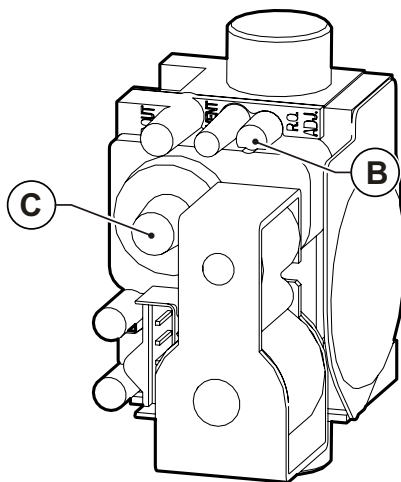

Fig. 36 Regulação do valor de gás carbónico
- Regule o valor do gás carbónico (CO2) nos fumos, girando o regulador de relação **B** (veja Fig. 36 Regulação do valor de gás carbónico) e certifique-se de que esteja dentro dos limites da Tab. 1 Dados de calibração KR 45 e da Tab. 2 Dados de calibração KR 60.
- Regule o valor do gás carbónico (CO2) nos fumos, girando o regulador de offset **C** (veja Fig. 36 Regulação do valor de gás carbónico) e certifique-se de que esteja dentro dos limites da Tab. 1 Dados de calibração KR 45 e da Tab. 2 Dados de calibração KR 60.